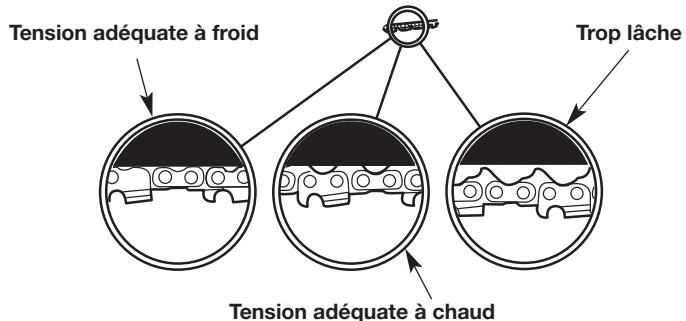

Fig. 27
La tension de chaîne souhaitée dépend de la température de la chaîne (Fig. 27).
- Réglage à froid de la tension de la chaîne - La chaîne de la tronçonneuse doit être bien ajustée contre le dessous du guide-chaîne. Il ne doit y avoir aucun fléchissement (Fig. 27).
- Réglage à chaud de la tension de la chaîne - La chaîne de scie s'allongera tandis qu'elle s'échauffe pendant le fonctionnement. Les maillons d'entraînement doivent prendre d'environ 1,3 mm (1/16 de po) de la rainure de guide-chaîne (Fig. 27).